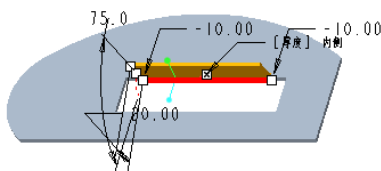

图 1-136 预览的 I 形法兰壁
(4) 选择  (盲) 图标按钮，并在其右框中输入“-10”，按〈Enter〉键确认；选择  (第二方向-盲) 按钮，并在其右框中输入“-10”，按〈Enter〉键确认，此时模型中的 I 形新法兰壁预览如图 1-136 所示。注意确保在连接边上添加折弯，折弯半径值等于“厚度”，以及选中  (标注折弯的内部曲面) 图标选项。